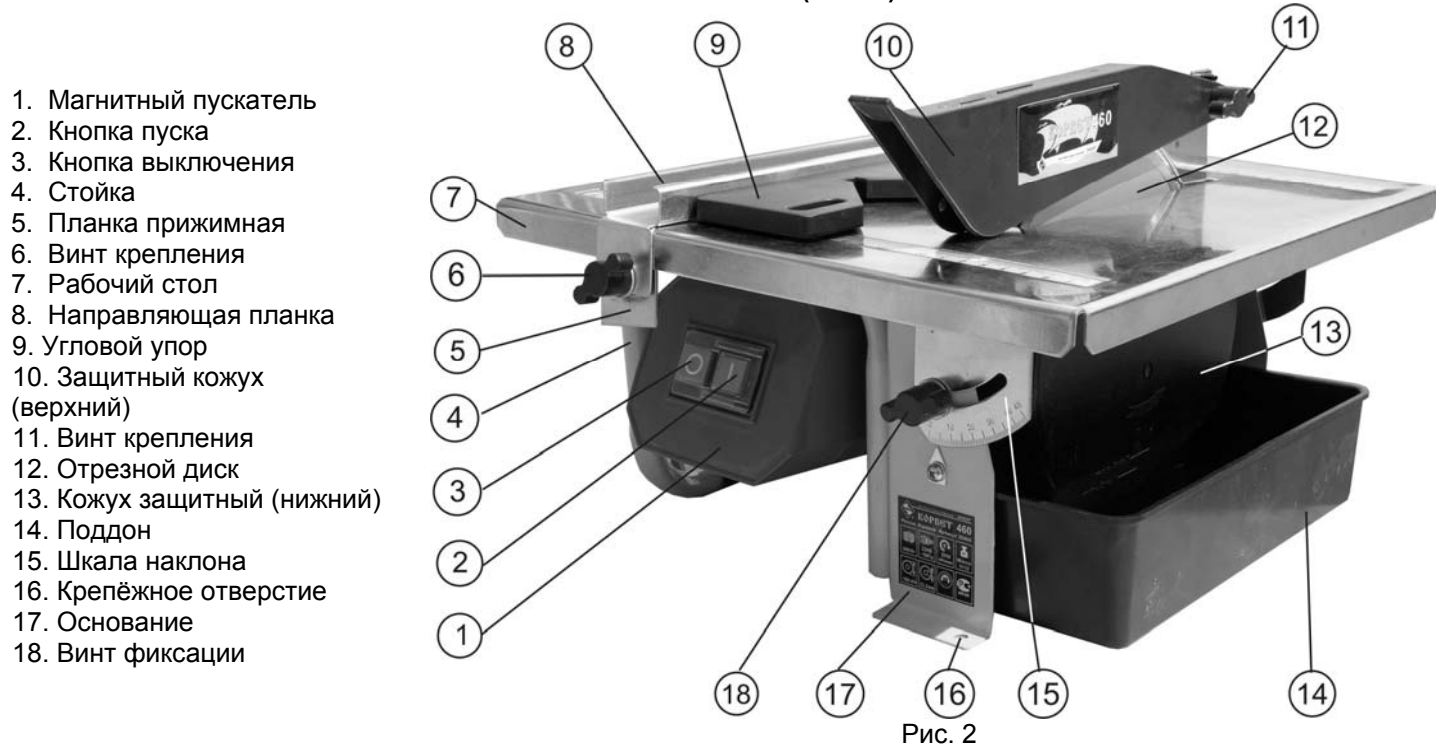

Рис. 2
7. УСТРОЙСТВО (Рис. 2)
Установите и через крепёжные отверстия (16) основания (17), Рис.2, закрепите плиткорез на ровной горизонтальной поверхности верстака.
9.5. Как показано на Рис.2, используя два винта крепления (6) на направляющей планке (8), установите с обеих сторон прижимные планки (5). Установите направляющую планку (8) и зафиксируйте двумя винтами крепления (6) положение планки на рабочем столе (7) за отбортовку стола.
9.8. Как показано на Рис.2, между основанием (17) и защитным кожухом (13) установите поддон (14).
10.2.2. Ослабьте фиксацию двух винтов крепления (6) на направляющей планке (8) с обеих сторон, установите направляющую планку (8) по шкале (24) в предполагаемый размер. Инструментальной линейкой измерьте расстояние между направляющей планкой (8) и максимально выступающей режущей частью отрезного диска (12) со стороны направляющей планки (8). Проверьте параллельность отрезного диска (12) относительно направляющей планки (8). При необходимости корректировки положения направляющей планки (8) надёжно зафиксируйте отрегулированное положение двумя винтами крепления (6).
11. ОСНОВНЫЕ ОПЕРАЦИИ (Рис. 2)